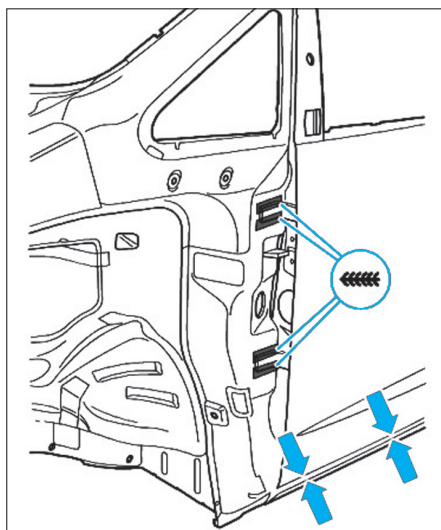

FIG. 27
- Souder le reste de l'accostage en cordon continu sous gaz de protection (Fig.27).